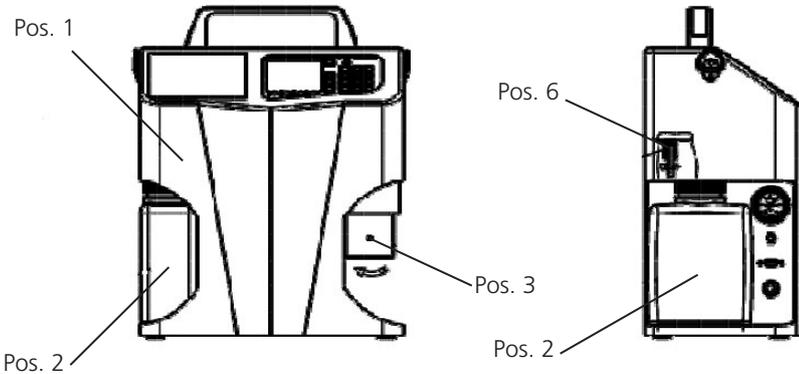

Abbildung 1: PODS pro-Ansicht 1
- › Am Partikelzähler (Pos.1) den Rücklaufbehälter mit Schlauch (Pos.2) sowie den Flaschenadapter (Pos.3) demontieren (siehe Abbildung 1).